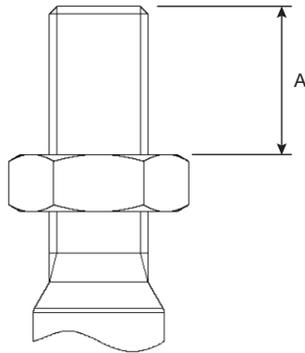

Fig. 7 Engagement du filetage
- Régler le contre-écrou de la tige de la vanne à la bonne dimension d'engagement du filetage "A" (Fig. 7 et Tableau 3) pour la combinaison de vanne et d'actionneur appropriée et visser la bague de l'adaptateur de la vanne jusqu'au contre-écrou